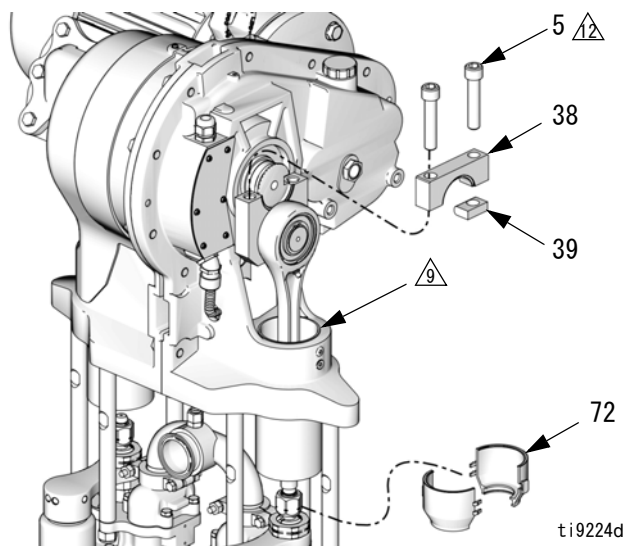

図 15. クランクアームキャップの取り外し
5. スライダーシリンダ (2) の上端の上に清浄な布を置き、分解中に、ごみがスライダーアセンブリ内に落ちるのを防ぎます。
6. スロットに真っすぐドライバーを挿入し、それをレバーとして使用してタブを解除することで、2 ピースのシールド (72) を取り外します。すべてのタブで手順を繰り返します。ドライバーを使用してシールドをこじ開けることはしないでください。
7. スライダーピストン (9) 平面部 (結合ナットの直ぐ上) に 3/4 インチレンチを置いて、結合ナット (14) を緩める際に、スライダーピストン / 結合ロッドが回転するのを防ぎます。レンチをタイロッド (3) に寄り掛かる方向に向けます。スライダーピストン / 結合ロッドに過剰な力を加えると、下部のピンのベアリングの寿命を縮めるおそれがあります。
8. 1-1/4 インチオープンエンドスパナを使用して、スライダーピストン (9) からカップ (14) リングナットを緩めて外し、ポンプピストンロッド上に押し込みます。カラー (13) を失くさないように気を付けてください。
9. 図 15 を参照してください。1/2 インチ六角ドライバーを使用して 2 本の押さえネジ (5) を緩めて外します。クランクアームキャップ (38) およびキー (39) を取り外します。必要に応じて、プラスチック製のハンマーを使用して、これらの部品を叩いて緩めてください。
14. ピストン (9) および接続ロッド (7) をシリンダ (2) 内に滑り込ませます。
15. クランクアーム (4) を出力シャフト (OS) にはまるような位置に置き、出力シャフトの下端の方向に回転させます。
16. スライダーシリンダ (2) の上端の上に清浄な布を置き、再組み立て中に、ごみがスライダーアセンブリ内に落ちるのを防ぎます。
17. 図 15 を参照してください。押さえネジ (5) のネジ山に固着防止潤滑剤 (LPS®-04110 または同等のもの) を塗布します。キー (39)、クランクアームキャップ (38) および押さえネジ (5) を図のように向けて取り付けます。ギャップ側ネジを緩めている間、キー側ネジに 283-310 N•m (210-230 フィート・ポンド) のトルクを与えます。それからギャップ側のネジに 283-310 N•m (210-230 フィート・ポンド) のトルクを与えます。283-310 N•m (210-230 フィート・ポンド) のトルクを与えたら、ネジに追加で 2、3 回、または回転が止まるまでトルクを与えます。
18. カラー (13) が結合ナット (14) 内の所定の場所にあることを確認します。
19. スライダーピストン (9) の平面部に 3/4 インチレンチを置いて、結合ナット (14) を締め付ける際に、スライダーピストンの回転を防ぎます。レンチをタイロッド (3) またはポンプスタンドに寄り掛かる方向に向けます。結合ナット (14) をスライダーピストン (9) にはめて締め付け、102-108 N•m (75-80 フィート・ポンド) のトルクを与えます。
20. 下のリップをウエットカップのキャップの溝に合わせることで、シールド (72) を取り付けます。2 つのシールドを互いにはめ込みます。
21. 布を取り除きます。カバー (32 または 21) およびネジ (12) を再度取り付けます。